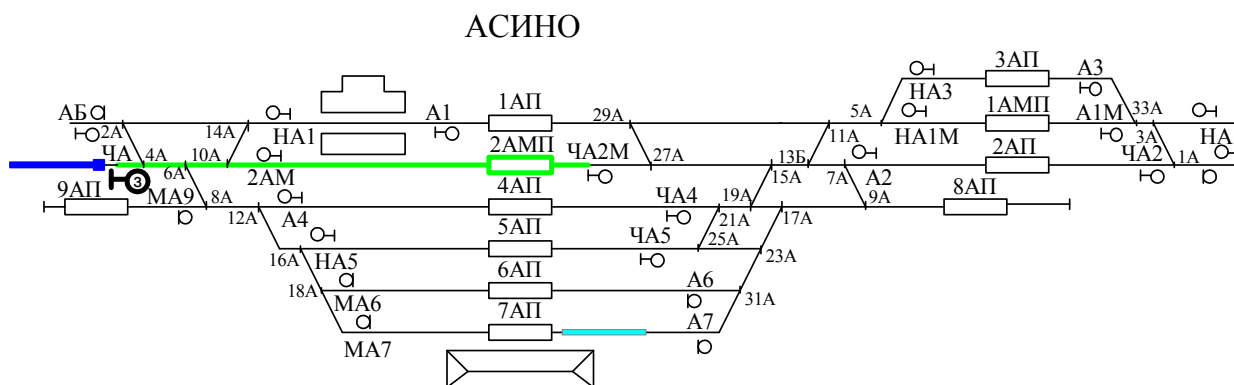

Рис. 6. Прибытие поезда № 2004 на станцию Асино
*Стрелки, входящие в маршрут, автоматически переводятся в соответствующее положение, светофор ЧА загорается зеленым цветом, путь – белым цветом, поезд заезжает на путь 2АМ, занятость пути показывается красным цветом (рис. 6).*